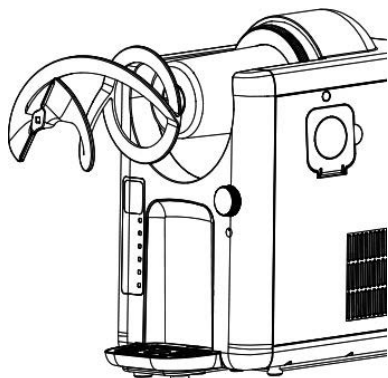

Fig. 8
9. Draai de mengbeker tegen de klok in en trek deze voorzichtig van de basisbehuizing (afb. 8).